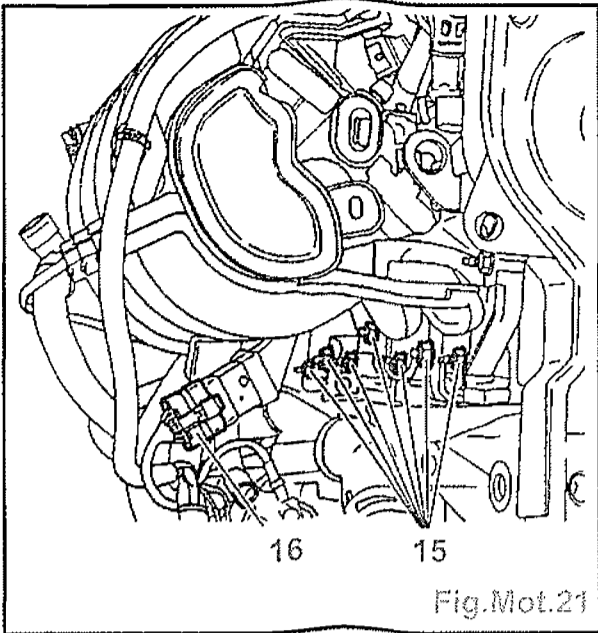
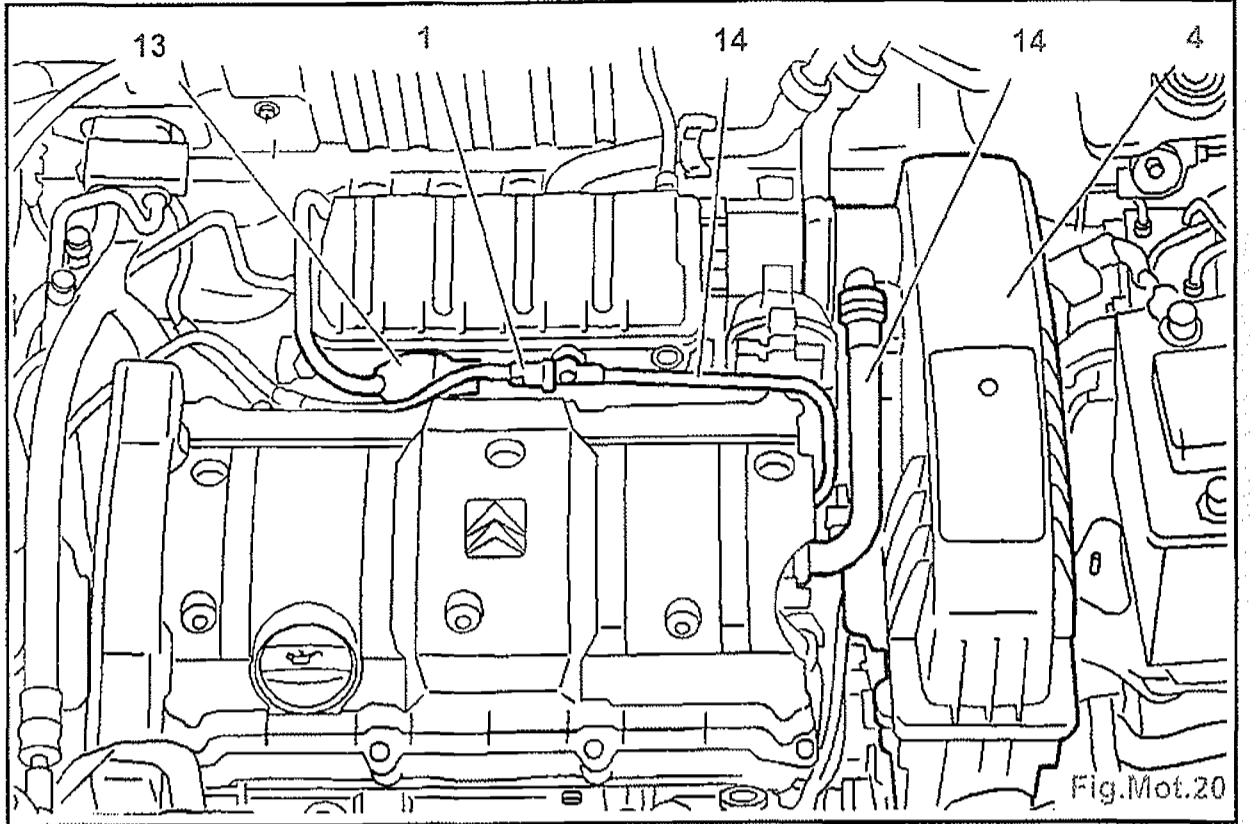
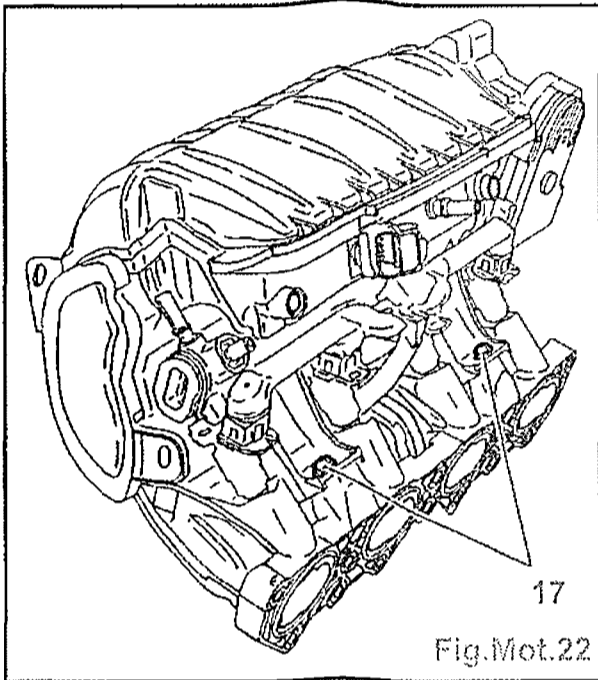

Fig.Mot.21
Fig.Mot.20
Fig.Mot.22
- Déposer le filtre (4) (Fig.Mot.16 pour les moteurs TU1JP et TU3JP) et (Fig.Mot.20 pour le moteur TU5JP4).
- les tuyaux de réaspiration d'huile (14) (Fig.Mot.20),
- la sonde de température d'air collecteur (13),
- Déposer les écrous de fixation du collecteur d'admission (15) (Fig.Mot.21).
- Débrancher le connecteur (16).
- Déposer les 2 vis (17) (Fig.Mot.22).